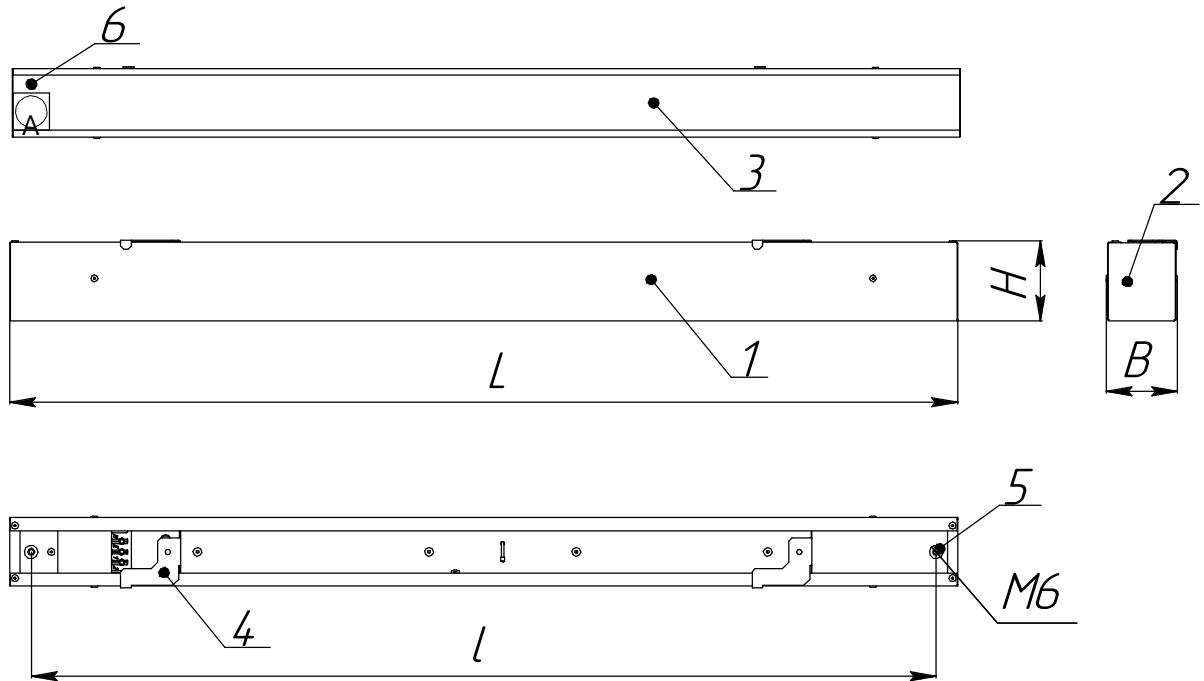

Рисунок 1 - Общий вид светильника серии ДПО07
5.7 Подайте напряжение питания по *некоммутируемой* сети освещения. Индикатор заряда должен засветиться (см. рисунок 1, поз. 6). Если индикатор заряда не засветился, то необходимо проверить по коммутируемой сети освещения. Если светильник не светит, то также проверьте правильность его подключения.
5.8 В светильниках присутствует ручное тестирование аварийного режима "**Магнитный тестовый выключатель**": выключите светильник. Поднесите "Магнит неодимовый E42" (заказывается отдельно) (или аналогичный магнит с силой сцепления не менее 60 кг) в плотную к области расположения индикатора (см. рисунок 1, поз. 6). Источник питания светильника переключится в аварийный режим, напряжение на светодиодные модули будет подаваться от аккумулятора. Для возврата в рабочий режим отдалите магнит.